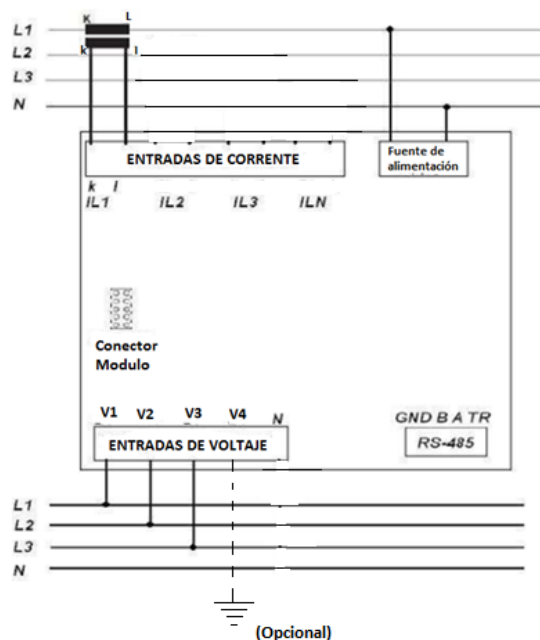

Figura 6. Conexión Trifásica balanceada sin neutro.
- Para el ultimo diagrama de la figura 6, se utilizan tres conexiones de tensión y una de corriente.